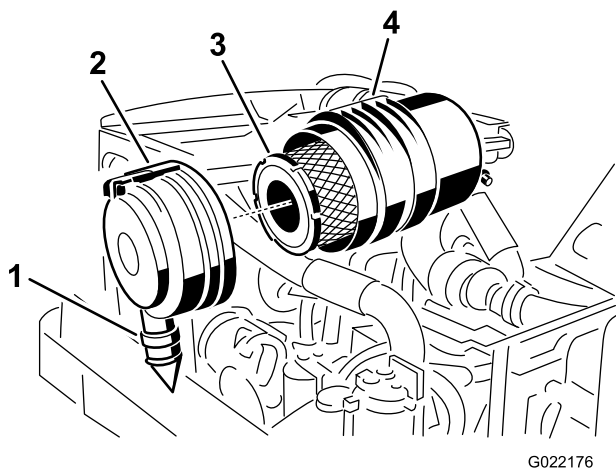

Figure 119
4. Déposez le préfiltre (Figure 119).